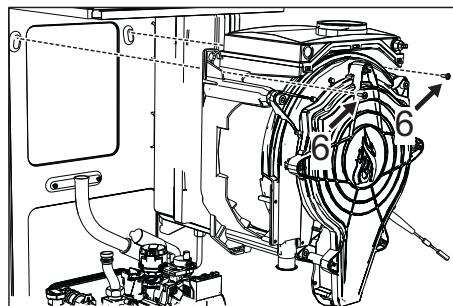

fig. 50
- Extraiga los dos tornillos **superiores "6"** que fijan el intercambiador al bastidor (fig. 50)